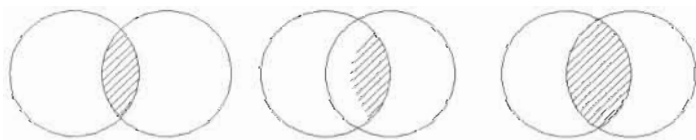

图 7-79
(4) 在 AutoCAD 2013 中, 填充图案是否可以修剪? ()
(5) 在图案填充时, “添加: 拾取点”方式是创建边界灵活方便的方法, 关于该方式说法错误的是 ()。
(6) 图案填充出图 7-79 左图的效果, 现在更改图形边界, 出现了中间图形的填充效果, 而没有出现右图的效果, 原因是 ()。